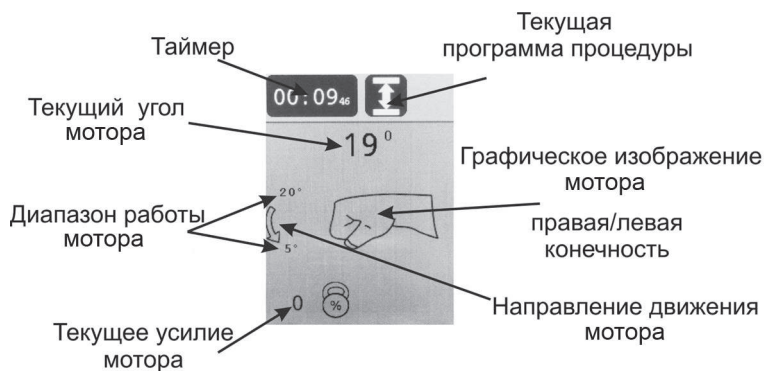

Рисунок 5.3 – Дисплей режима выполнения процедуры
5.1. Дисплей режима выполнения процедуры (см. рис. 5.3).
- В зоне А: заданный пользователем диапазон работы, текущее положение (угол) в градусах (аналогично рис. 5.3) для механизма, а также меню его установок. Справа от меню установок механизма находится меню настройки процедуры. Дисплей режима готовности отображается, когда процедура не запущена. Только в этом режиме можно загрузить другие настройки аппарата из памяти.